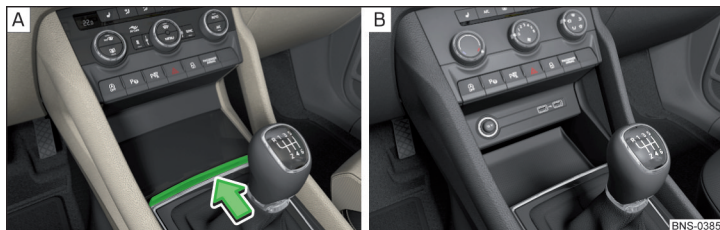

Fig. 109 Ouvrir le vide-poches / Vide-poches non verrouillable
- Pour l'**ouverture**, enfoncez la barre dans le sens de la flèche » fig. 109 - [A].
» fig. 109 - [B].